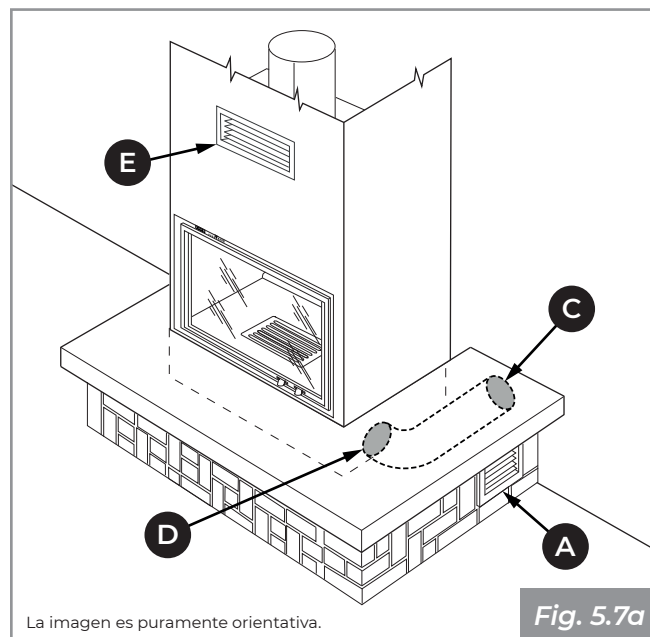

Fig. 5.7a
- **(Fig. 5.7a):** toma de aire exterior **(C)** canalizada hasta el hogar, con rejilla inferior suministrada para la recirculación del aire ambiente **(A)** en el lado del revestimiento;